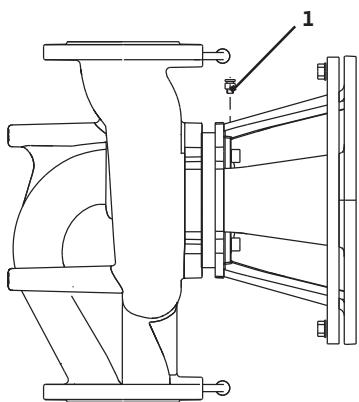

Fig. 40: Válvula de ventilação
- Purgar o ar das bombas, desapertando as válvulas de ventilação (Fig. 40, pos. 1). O funcionamento a seco danifica o empanque mecânico da bomba. O sensor da pressão diferencial não pode ser ventilado (perigo de danificação).